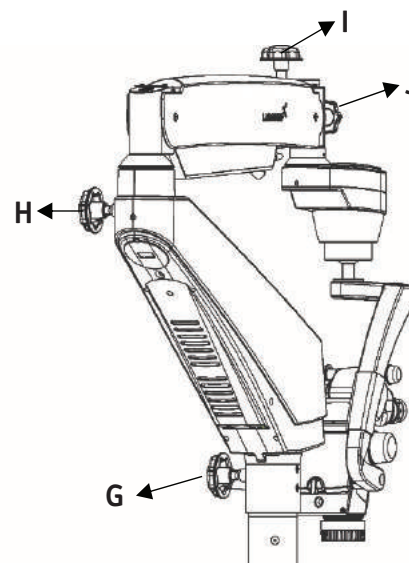

Fig. 17
Ce bouton affiché comme (G) bloque le mouvement du bras pivotant à la position souhaitée en le tournant dans le sens horaire, comme indiqué dans la Fig. 17.
Ce bouton affiché comme (H) bloque le mouvement du bras de suspension à la position désirée en la tournant dans le sens horaire, comme illustré dans la Fig. 17.
Ce bouton affiché comme (I) bloque le mouvement haut/bas du bras de suspension à la hauteur souhaitée en le tournant dans le sens horaire, comme illustré dans la Fig. 17.
Ce bouton illustré en (J) bloque la rotation des bras d'équilibrage automatique (ABA) à la position souhaitée en tournant dans le sens horaire tel qu'illustré dans la Fig. 17.